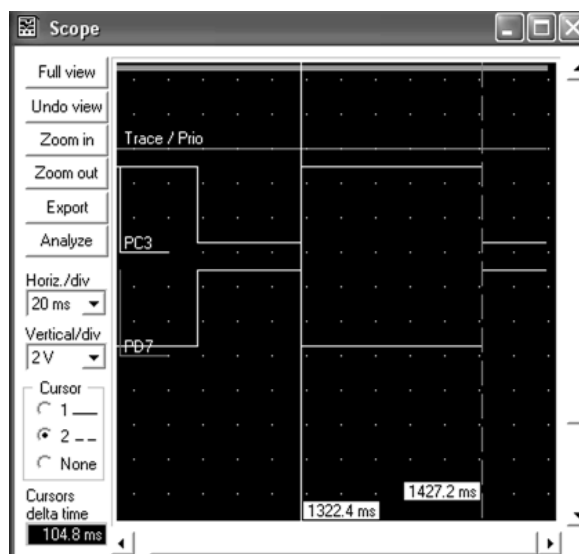

рис.8
6. Для временной остановки изображения нажать клавиши Shift+F5 или иконку "Pause program". Далее в левой стороне экрана поставить точку в окошке "Cursor 1", затем "мышью" на осциллограмме провести вертикальную линию первого замера. Поставить точку в окошке "Cursor 2" и провести линию второго замера. Цифровые данные будут высвечиваться на поле осциллограммы. В частности, на рис.8 отсчеты равны 1322,4 и 1427,2 мс, следовательно, время между переходами напряжений "0"-"1" (свечение индикатора HL2) составляет  $t_2=104,8$  мс. Сместив линию курсора к левому фронту импульса, аналогичным образом определяют время свечения индикатора HL1  $t_1=60$  мс.